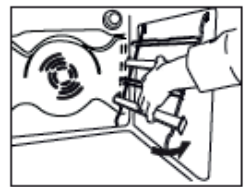

Fig. 4
4. Plasser holderen av grillristene tilbake på plass i ovnsrommet (Fig. 4).